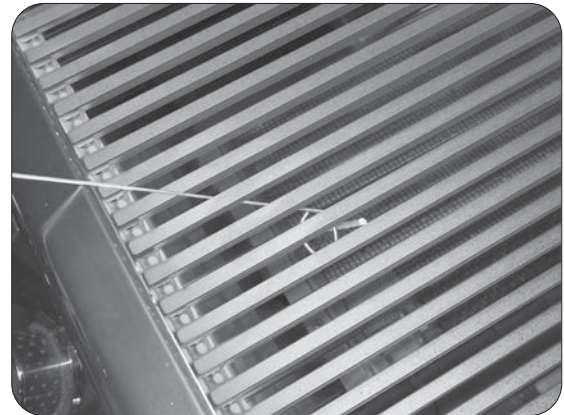

Fig. 28-2 - Éclairage manuel
2. Insérez un allumeur brûlant de butane de long-baril, une allumette brûlante de long-tige, ou une allumette brûlante tenue par un support de prolongation de fil par la grille à cuire s'ouvrant au dessus du brûleur (fig. 28-2).
4. Si le brûleur ne se allume pas dans les cinq (5) secondes de tourner le bouton de commande, enfoncez immédiatement le bouton et tournez la valve à **AU LOIN**. **ATTENDEZ CINQ (5) MINUTES** avant de répéter les étapes 2 à 4 des instructions manuelles d'éclairage.